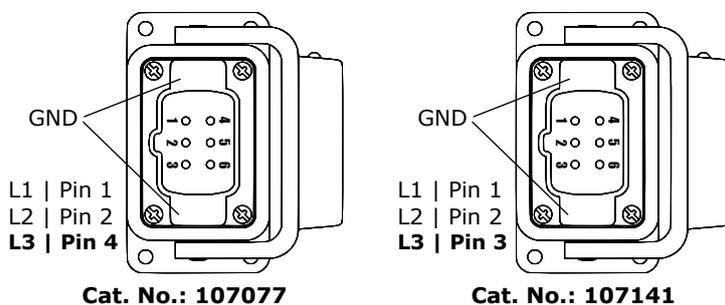

Abbildung 8.2: Pin-Belegung Anschluss Eingang
*Ausführung mit alternativer Pin-Belegung des Eingangsanschlusses, siehe Abb. 8.2